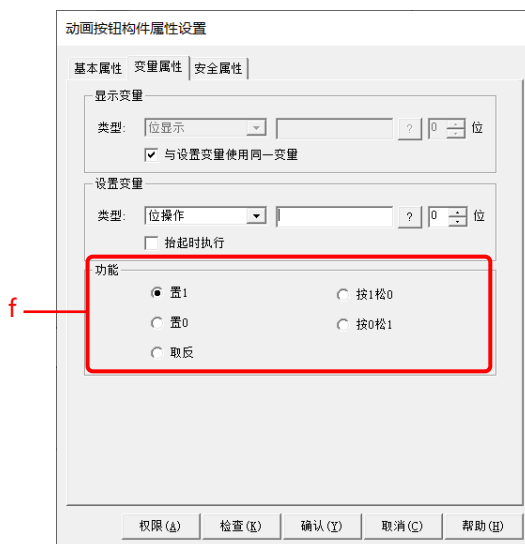

图 3.3-12 动画按钮位操作属性
- 位操作的功能：包括置 1、置 0、取反、按 1 松 0 和按 0 松 1。此操作只针对整数数据的位操作，其中按 1 松 0 和按 0 松 1 不支持弹框确认安全控制。如图 3.3-12。